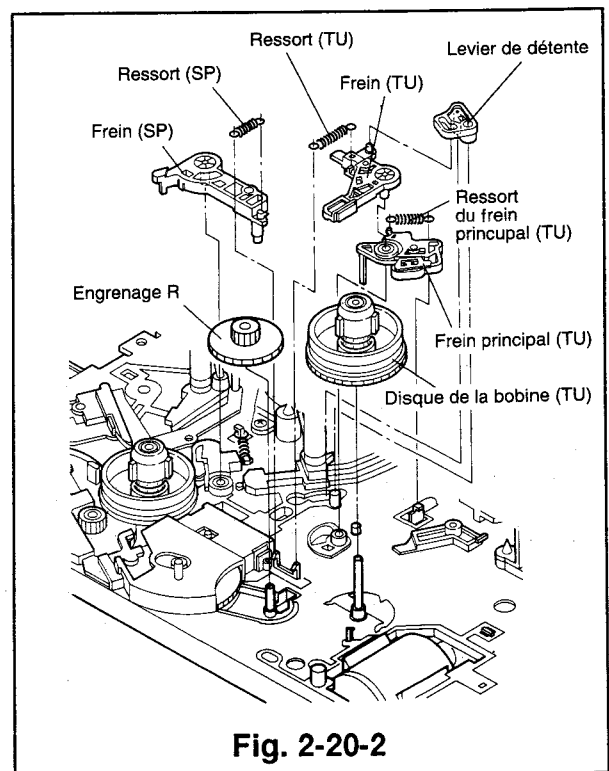

Fig. 2-20-2
- 1) Remonter l'engrenage R (du côté réception) sur l'axe. (Voir la Fig. 2-20-2)
- 2) Remonter le disque de la bobine réceptrice sur l'axe. (Voir la Fig. 2-20-2)